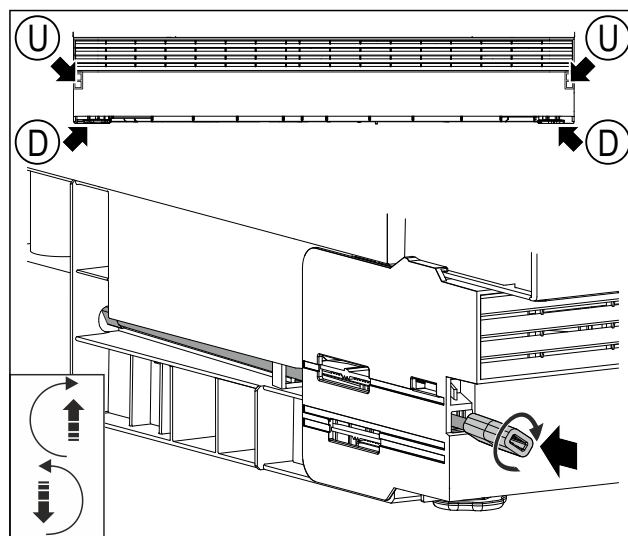

Fig. 48 Reprezentare exemplificatoare
- Introduceți bara cu piesa adaptatoare în deschizătura Fig. 48 (U).